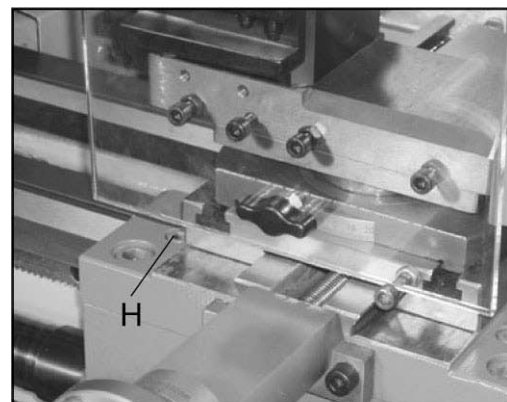

Fig. 14
8. Klemmen des Hauptschlittens (Fig. 14, H)